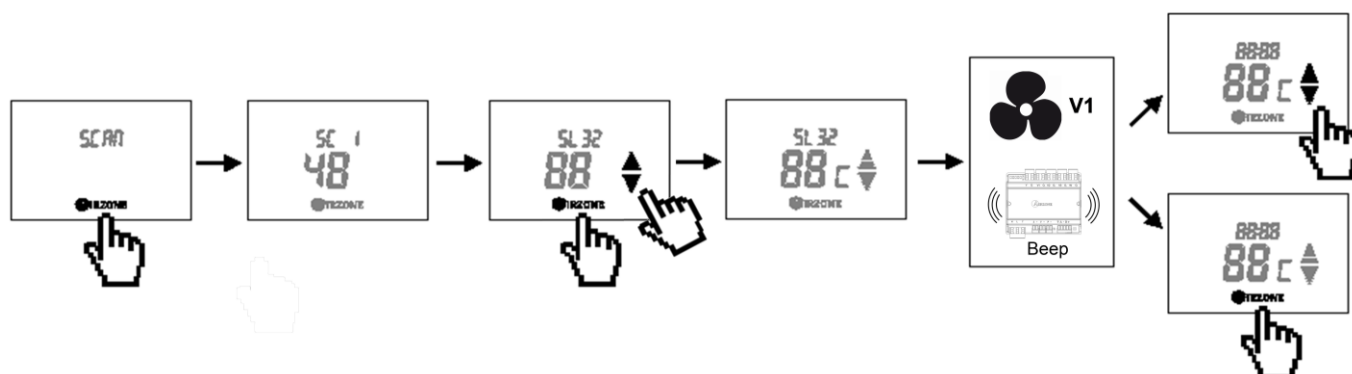

Fig. 34
2. Asocie el termostato (Fig. 34).